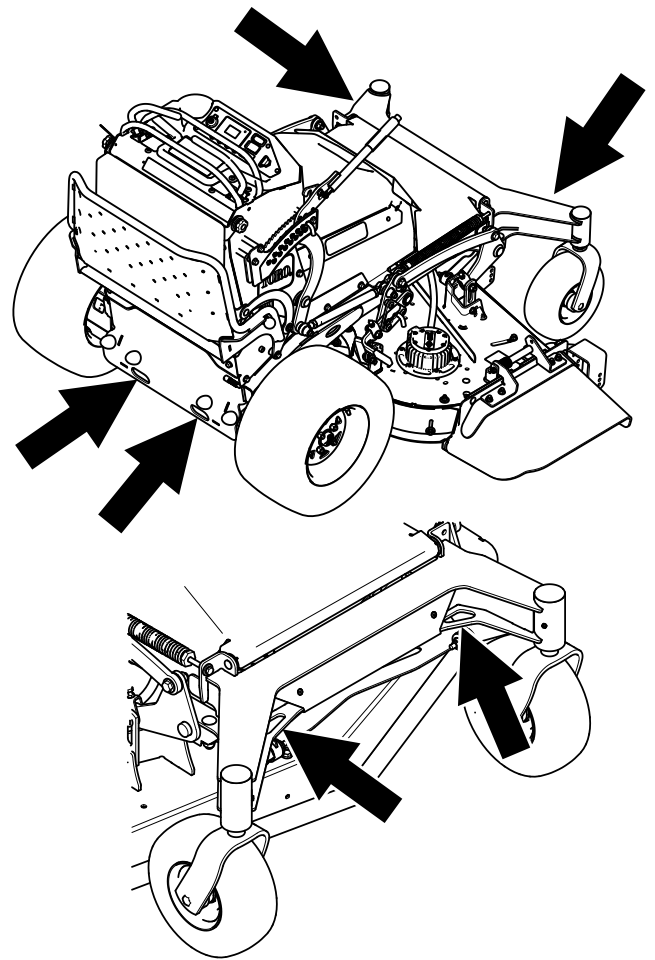

Figura 38
7. Arrimez la machine près des roues pivotantes avant ou dans les trous du cadre avant, et dans les trous du pare-chocs arrière à l'aide de sangles, chaînes, câbles ou cordes (Figura 38). Reportez-vous à la réglementation locale concernant les exigences en matière d'arrimage.